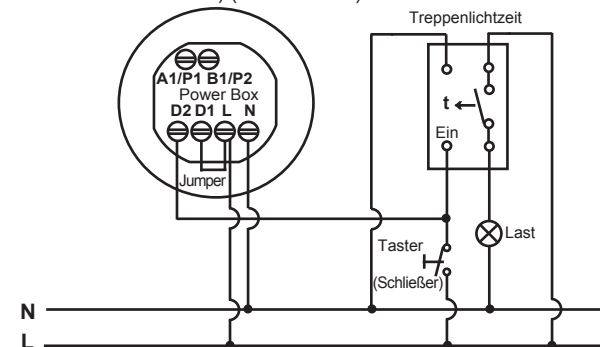

ABB. 5
- Ein Sensor steuert die Treppenlichtzeit (den Zeitregler auf  $\frac{1}{2}$ L einstellen) (siehe ABB. 5).